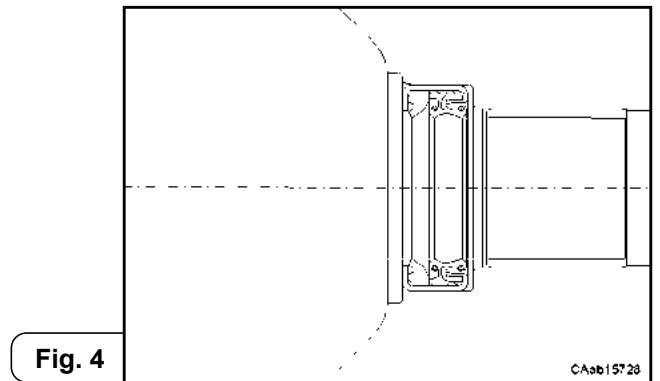

Fig. 4
- Montare gli anelli in modo che il labbro sia rivolto verso il lato olio (Fig. 4).
- Assemble the seals so that the lip is fitted towards the oil side (Fig. 4).